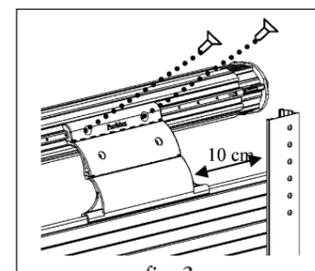

fig. 3
f.c) Positionnez la bague blanche (Voir ci-contre) contre l'axe et bloquez la vis de fixation fig. 3
e.c) Positionnez la bague blanche (Voir ci-contre) contre l'axe et bloquez la vis de fixation fig. 3
5/ Positionner les DVA aux deux extrémités à 10 cm du bord du tablier (voir fig. 3). Si le repère nécessite plus de 2 DVA, les répartir de façon homogène sur l'axe.
7/ Fixer les DVA avec les vis TF 5 x 10 livrées dans le colisage (voir fig. 3).